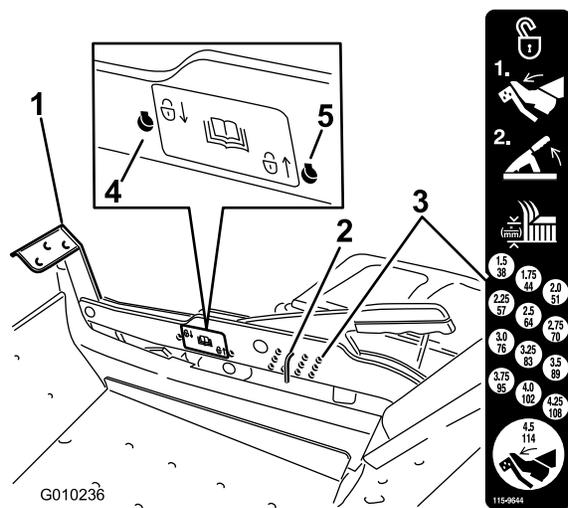

Figure 28
1. Appuyez sur la pédale de relevage du tablier avec le pied et relevez le tablier en position de transport (qui est aussi la position de hauteur de coupe de 114 mm [4,5"]) (Figure 28).
2. Pour changer la hauteur de coupe, retirez l'axe du support de hauteur de coupe (Figure 28).
3. Placez l'axe dans le trou du système de hauteur de coupe correspondant à la hauteur de coupe voulue (Figure 28).
2. Retirez l'axe du support de hauteur de coupe (Figure 28).
3. Sélectionnez le trou le plus bas sur l'autocollant de verrouillage et insérez l'axe (Figure 28).
- Sélectionnez le trou le plus haut sur l'autocollant de verrouillage et insérez l'axe (Figure 28).